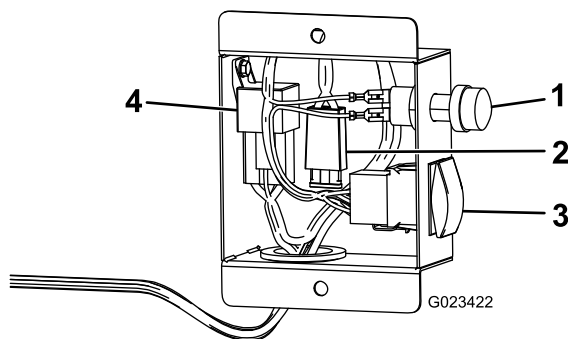

Figure 4
2. En descendant le long du faisceau de câblage, connectez le faisceau à la commande de débit, au bouton du dévidoir et au relais d'alimentation (Figure 4).